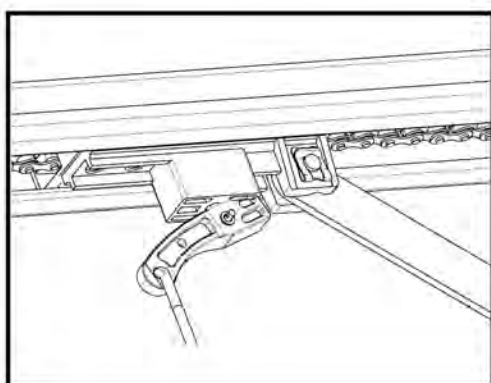

Bild 18
6. Schieben Sie jetzt den Schlitten bei geschlossenem Garagentor in den vorderen Bereich der Schiene. Befestigen Sie nun den Tormitnehmer wie auf der Abbildung 18 zu sehen an der Torblatt-Halterung und am Schlitten der Schiene.